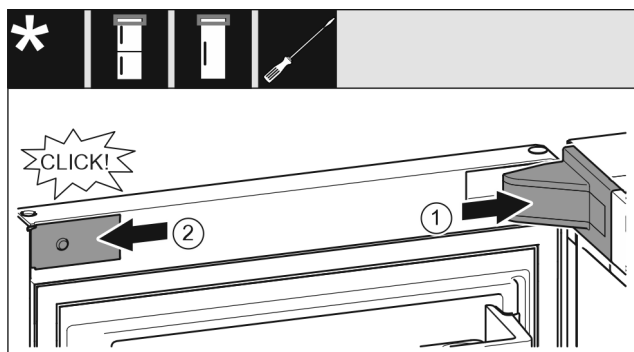

Fig. 20
- ▶ Helyezze fel és pattintsa be a csapágybak fedelét Fig. 20 (1), szükség esetén óvatosan nyomja szét.
- ▶ Helyezze fel oldalra a takarólemezt Fig. 20 (2), és pattintsa be.